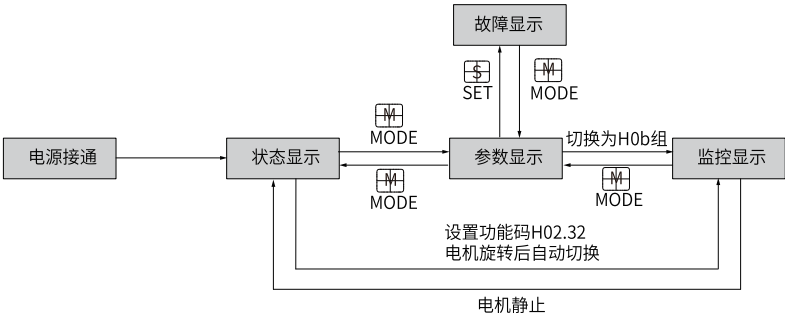

图2-2 面板各类型显示切换方法示意图
- 按“MODE”键可在不同显示模式之间切换，切换条件如 第17页 “图2-2” 所示。